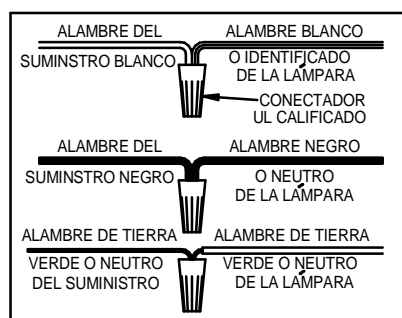

FIG.2
7.- **PARA APLICACIONES HERMÉTICAS:** Para instalaciones hermeticas o para cumplir con las exigencias del Código de Energía del Estado de Washington, rellenar el espacio entre la cubierta (6) y el cielorraso (23) de muro de mampostería sin mortero con una masilla de silicona, cinta, o otro medio conforme al código local oficial. Se puede usar el Kit de Junta Progress Lighting P8587-01 (comprar por separado). (Vea Fig. 2).